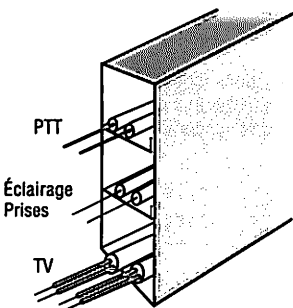
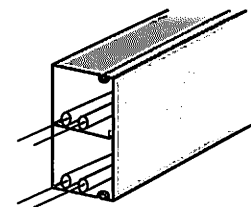
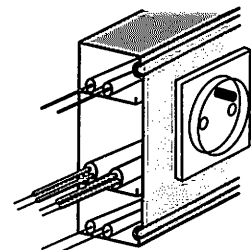

Fig. 5 : Plinthe plastique.
Fig. 3 : Moulure plastique.
Fig. 4 : Goulotte à parois pleines.
- en moulures (fig. 3), en plinthes (fig. 5), en goulottes (fig. 4), ou tout autre profilé,